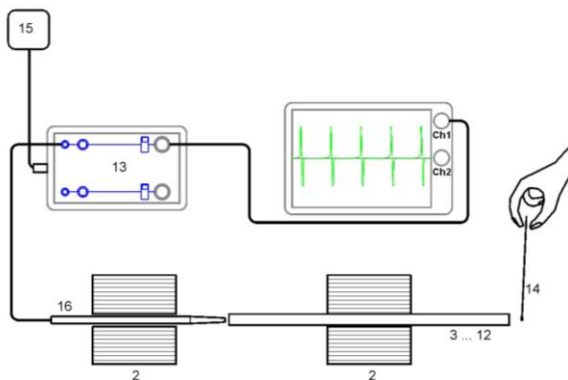

Fig. 1 Montaje experimental
- La barra de prueba y la sonda de micrófono se colocan en sendas esterillas de posicionamiento (Fig. 1).
- Usando la masa de golpear se golpea la barra en la otra superficie frontal opuesta (Fig. 1).